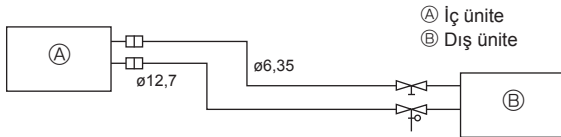

Fig. 5-2
(1) Aşağıdaki tabloda piyasada mevcut olan boruların özellikleri gösterilmektedir. (Fig. 5-2)